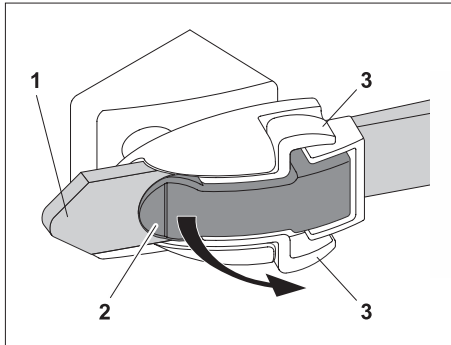

Abb. 37: Markerball-Antenne – Schloss des Ratschenbandes
2. Lösen Sie das Ratschenband (Abb. 37).